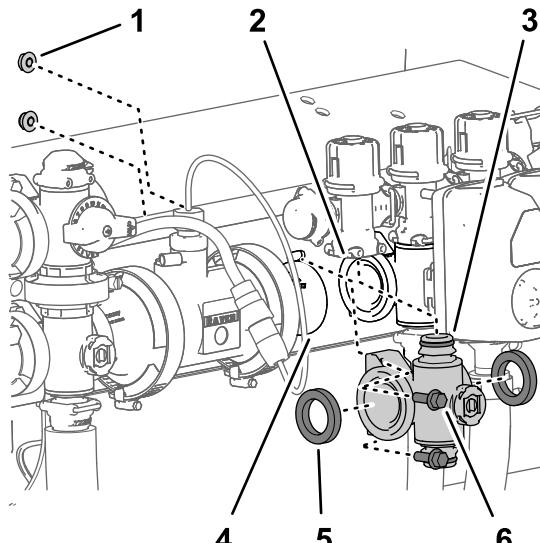

Figura 112
4. Rimuovete, dal collettore della valvola della sezione sinistra o destra, i 2 bulloni a testa flangiata ($\frac{1}{4}$ " x $\frac{3}{4}$ ") e i 2 dadi di bloccaggio flangiati ($\frac{1}{4}$ ") che fissano il collettore al supporto della valvola (**Figura 112**).
5. Abbassate il collettore della valvola della sezione e le guarnizioni per liberare la valvola di bypass della sezione, quindi allontanateli dalla macchina (**Figura 112**).